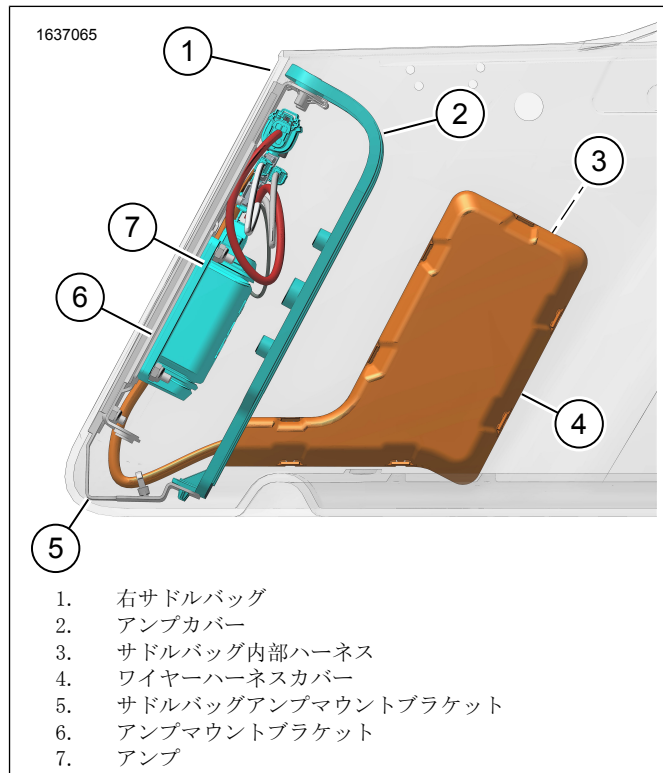

図13。アンプ付きサドルバッグハーネス
11. 図13アンブマウントブラケットアセンブリーを取り付けます。